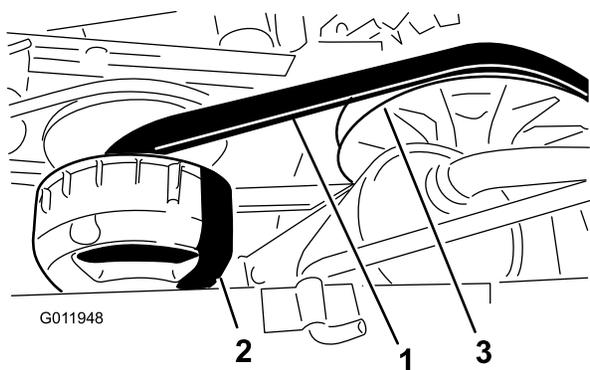

Рисунок 56
4. Проверните и осмотрите ремень (Рисунок 56) на наличие чрезмерного износа или повреждений.
3. Поверните и проложите ремень поверх вторичного сцепления (Рисунок 56).
4. Снимите ремень с главного сцепления (Рисунок 56).
5. Проложите новый ремень поверх главного сцепления (Рисунок 56).
6. Поверните и проложите ремень поверх вторичного сцепления (Рисунок 56).